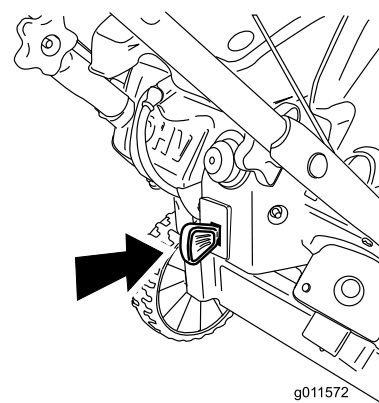

Figure 17
1. Enfoncez complètement la clé de contact à la position marche (Figure 17).